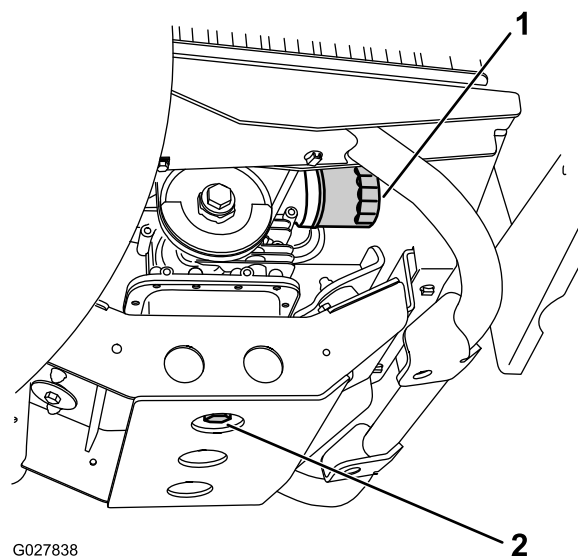

Рисунок 35
6. Снимите пробку сливного отверстия (Рисунок 35).
7. Установите пробку слива масла и уплотнение (Рисунок 35) и затяните ее с моментом 45 – 53 Н-м.
5. Установите сливной поддон емкостью 1.6 л под пробку сливного отверстия (Рисунок 35).
2. Снимите имеющийся масляный фильтр (Рисунок 35).
4. Установите новый фильтр на переходник фильтра, пока прокладка не коснется монтажной пластины, затем затяните фильтр еще на 1/2 – 3/4 оборота (Рисунок 35).